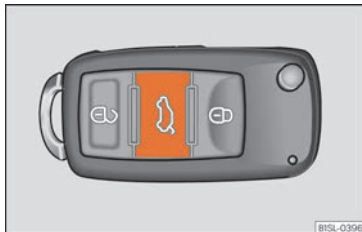

Fig. 73 A la clau del vehicle: botó per desbloquejar i obrir la porta del darrere.
- Premeu el botó  de la clau del vehicle »» **fig. 73** durant aproximadament un segon per desbloquejar la porta posterior.